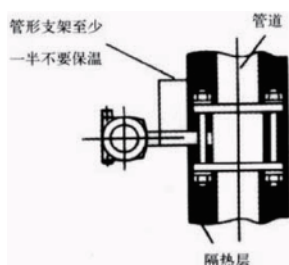

图7.2 正确保温法
- 在测量蒸汽的管道中，为了防止转换器温度过高，仪表连接杆至少一半不要保温（如图7.2所示）。